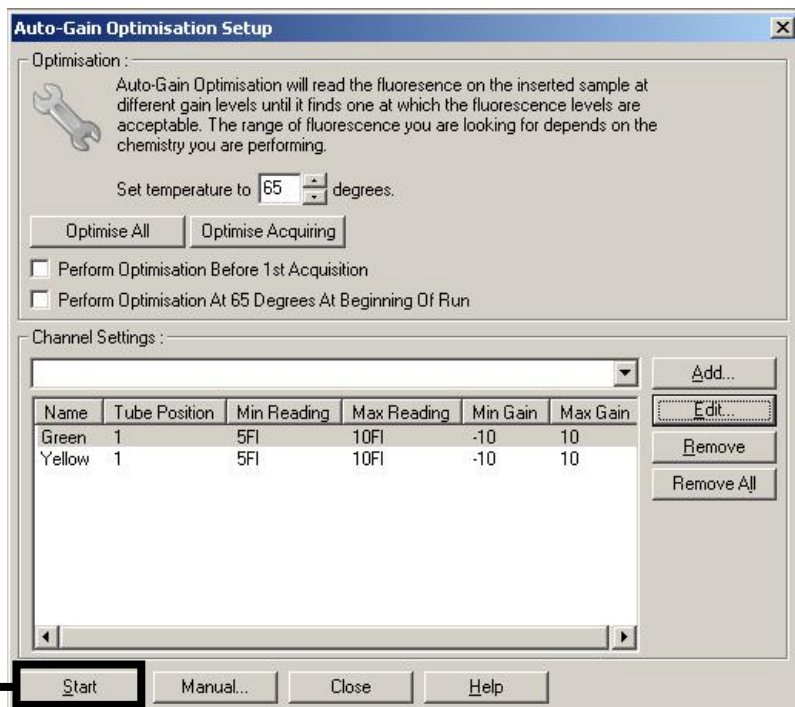

図 3.ゲイン最適化の開始
3. [Start (開始)] をクリックして、最初の *artus* アッセイのためのゲイン最適化を開始します (図3)。